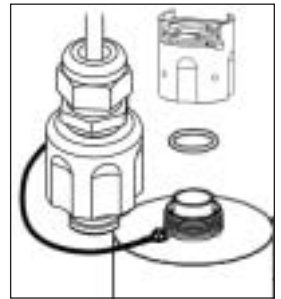
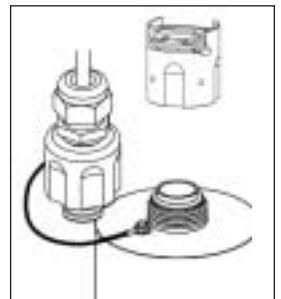

Figure 3C
Figure 3D
5. Nettoyez la chemise tel qu'expliqué ci-haut ou remplacez-la avec une nouvelle chemise. Réinstallez la chemise de quartz dans le sens inverse. Le réacteur de l'UVSS est conçu pour rendre l'installation de la chemise de quartz facile en incorporant un guide unique pour centrer la chemise. Pour installer la chemise, insérez prudemment la chemise dans la chambre à réaction (ne la laissez pas tomber) et poussez la chemise jusqu'à ce qu'elle entre en place fermement au fond du réacteur et centré dans les guides conçues pour la chemise (figure 3C). Installez un joint torique (no de pièce 410866) lubrifié (au lubrifiant de relâche à base de silicone) sur la chemise de sorte qu'il soit en position contre le seuil chanfreiné (figure 3D).